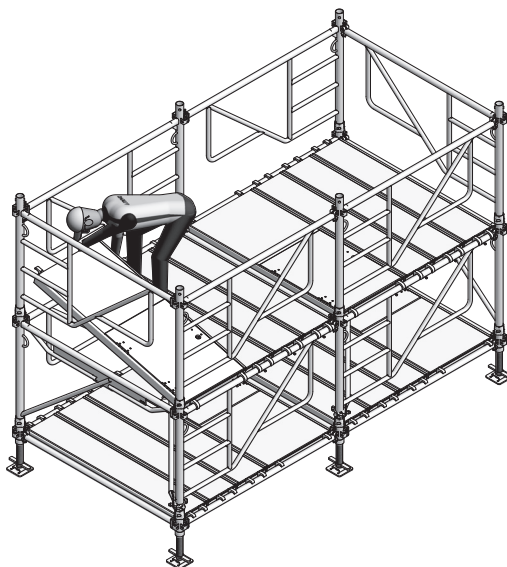

Fig. 17.3
15. Passer ensuite au niveau 1 pour poser le plateau 170/68 à trappe (Fig. 17.3).